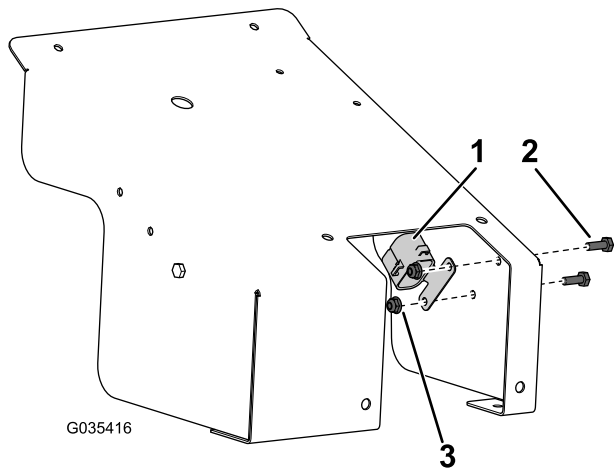

Рисунок 9
7. Снимите колпачок блока предохранителей (Рисунок 9) с жгута проводов.
8. Установите колпачок блока предохранителей на внутреннюю поверхность крышки с помощью двух винтов (1/4 x 3/4 дюйма) и двух гаек (1/4 дюйма), как показано на Рисунок 9.